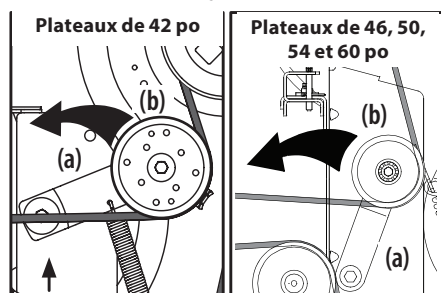

Figure 42
- À l'aide de la poignée de levage du plateau ou de la pédale et du bouton de levage du plateau, élevez-le jusqu'à la position la plus horizontale possible entre les galets tendeurs du plateau et la poulie de la PDF située au bas du moteur. Consultez la Figure 42.
- En partant du milieu du tracteur, faites pivoter le support du galet (a) et le galet tendeur mobile (b) vers l'arrière avec un éloignement suffisant pour soulever la courroie et la faire passer au-dessus de la poulie de fusée. Consultez la Figure 42.